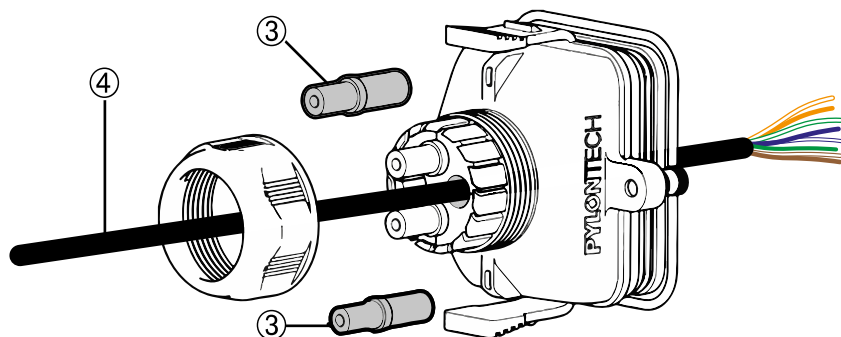

Fig. 2.11 - Passaggio cavo
- estrarre i tappi in gomma del coperchio di protezione (3, Fig. 2.11);
- inserire il cavo di comunicazione nel foro (4, Fig. 2.11);
- per garantire la resistenza all’acqua, riposizionare i tappi in gomma (3, Fig. 2.11) nei fori inutilizzati del coperchio di protezione;